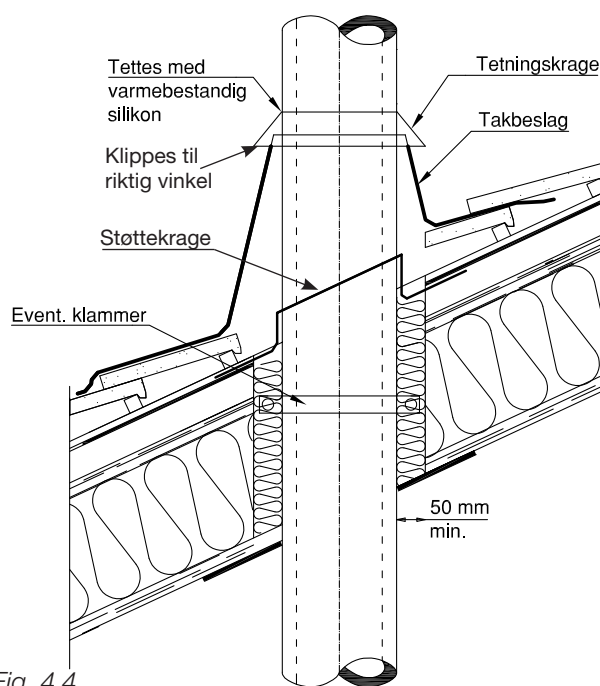

Fig. 4.4
8. Monter tekking eller undertak, sløyfer og lekter. Se f.eks. fig. 4.4 side 9.